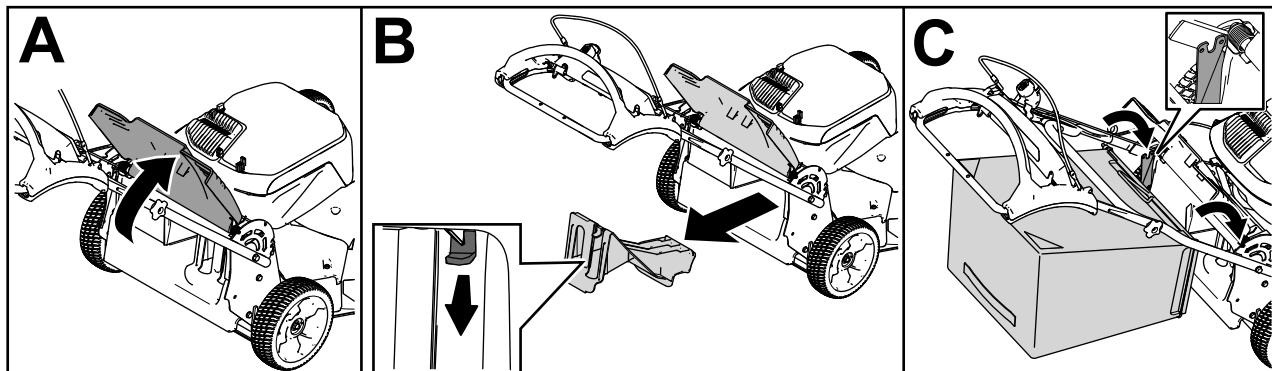

Figura 18
1. Levante y sujeté el deflector trasero (Figura 18, A).
2. Retire el tapón de descarga trasera tirando hacia abajo en el enganche con el dedo pulgar y extrayendo el tapón de la máquina (Figura 18, B).
3. Instale la varilla del recogedor en las muescas de la base del manillar y mueva el recogedor hacia adelante y hacia atrás para verificar que la varilla está asentada en el fondo de cada muesca (Figura 18, C).